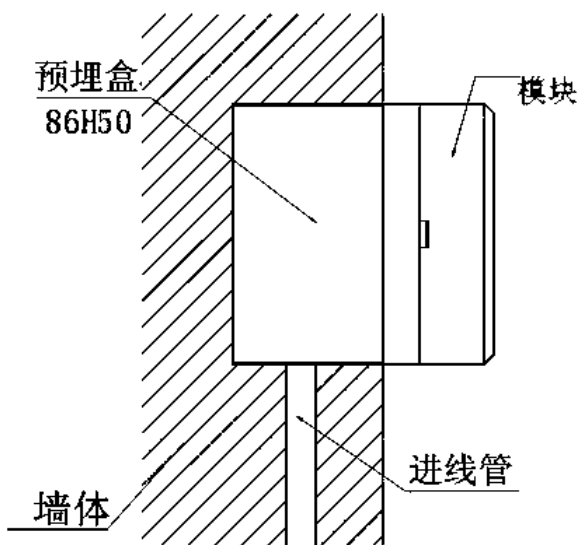
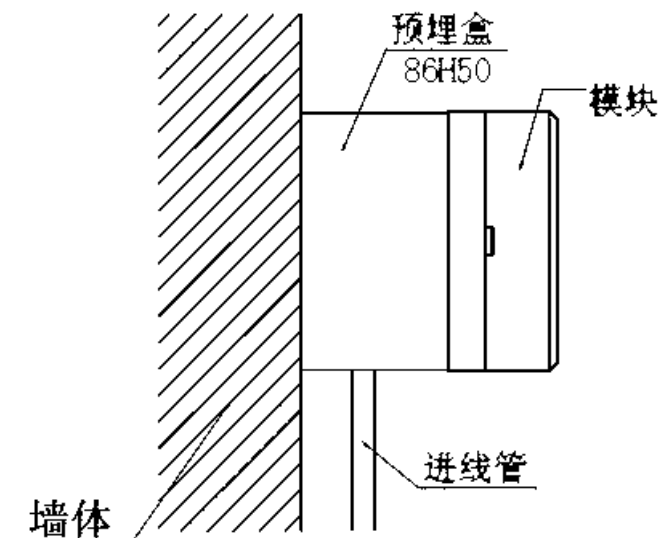

图 3
图 4
TX3217 (A) 中继模块采用进线管明装和进线管暗装方式，安装时只需拔下模块，从预埋盒的进线孔中穿入电缆并接在模块底座的相应端子上，再插好模块即可安装好，安装示意图如图 3、图 4 所示